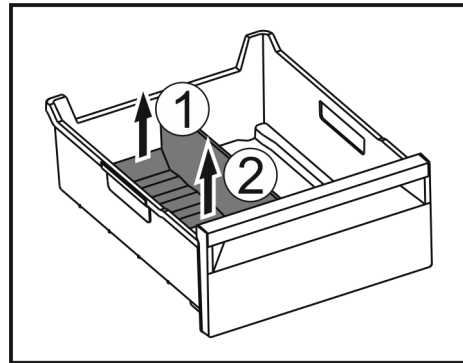

Fig. 139
- Hinteren Teil des Eisfach-Trenners anheben. Fig. 139 (1)
- Eisfach-Trenner nach oben entnehmen. Fig. 139 (2)